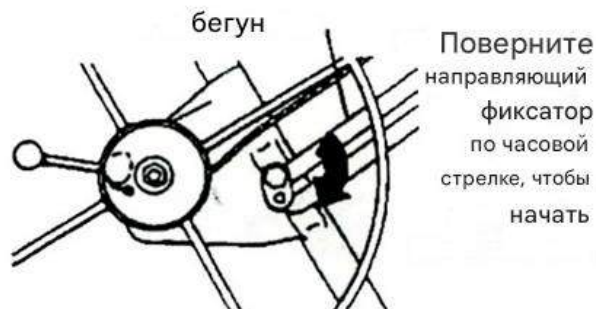

Рисунок 5
5. Осторожно наклоните катушку назад в сторону рамы. Это автоматически приведет к тому, что блокировка направляющей удержит катушку в полностью оттянутом состоянии. (Рисунок 5).